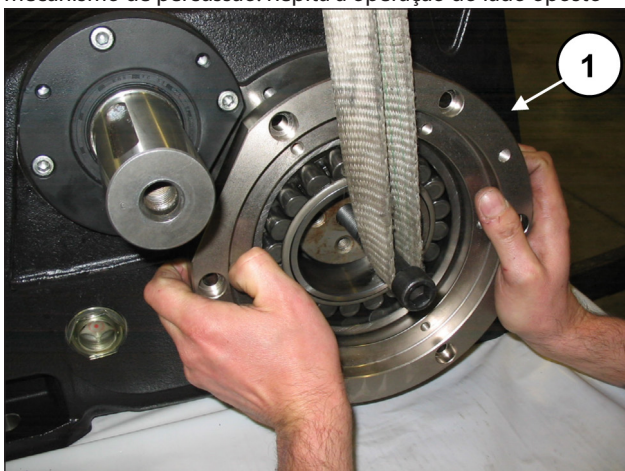
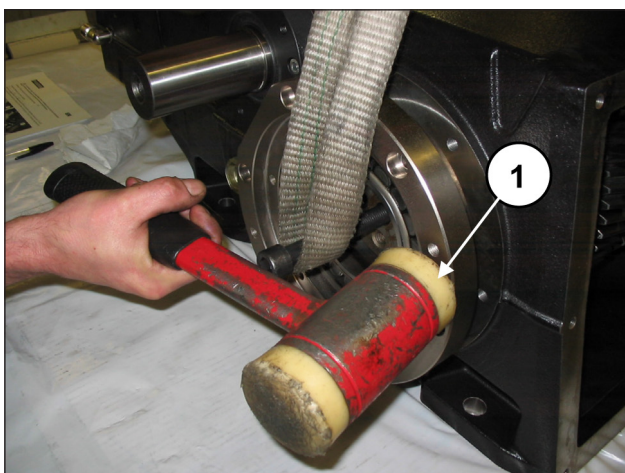

Fig. 72
Fig. 73
Aplique os dois pinos rosqueados M16 na extremidade do eixo de manivela e, mantendo-os elevados (pos. ①, Fig. 72), insira a cobertura do porta-rolamento completo do rolamento e do anel circular (pos. ①, Fig. 73), mediante o uso de um mecanismo de percussão. Repita a operação do lado oposto